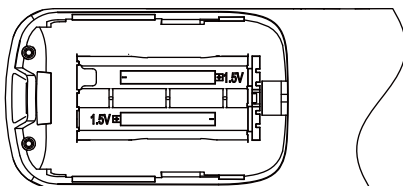

Abb. 2.8
3) Entfernen Sie die alten Batterien. Legen Sie zwei frische AAA-Batterien entsprechend der angegebenen positiven und negativen Polarität ein (siehe Abb. 2.8). Schließen Sie den Batteriefachdeckel.